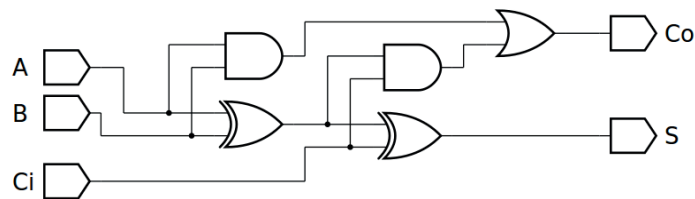
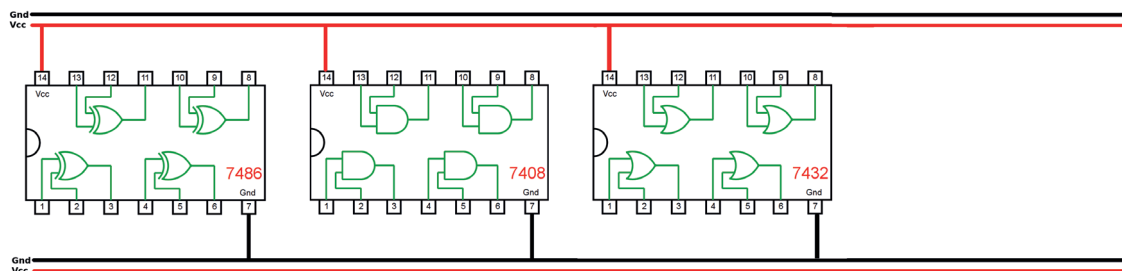

Figura 6.8 – Diagrama esquemático.
Figura 6.9 – Disposição dos componentes (TTL) para a placa de montagem.
1. Complete as ligações na figura 6.9 ou 6.10 de acordo com a figura 6.8.
5. Utilize um programa de simulação em computador (SmartSim, Atanua, Qucs) faça a simulação do circuito da figura 6.8. Compare os resultados com a tabela 6.4.
6. Escreva a equação booleana do circuito da figura 6.8 e simule no programa para o Arduino.